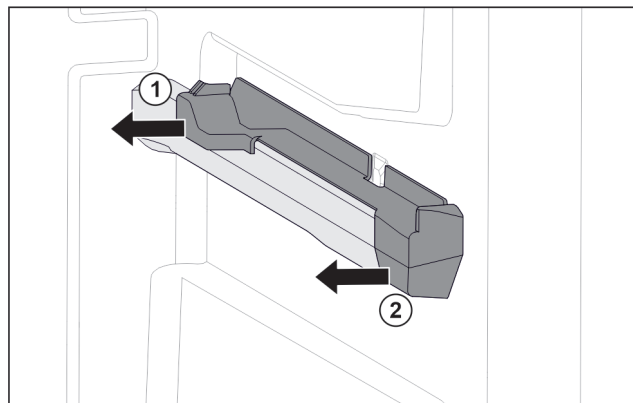

Fig. 53 Element nasadzany na prawym żębrze pojemnika
- ▶ Odciągnąć element nasadzany z tyłu w bok. Fig. 53 (1)
- ▶ Odciągnąć element nasadzany z przodu w bok. Fig. 53 (2)